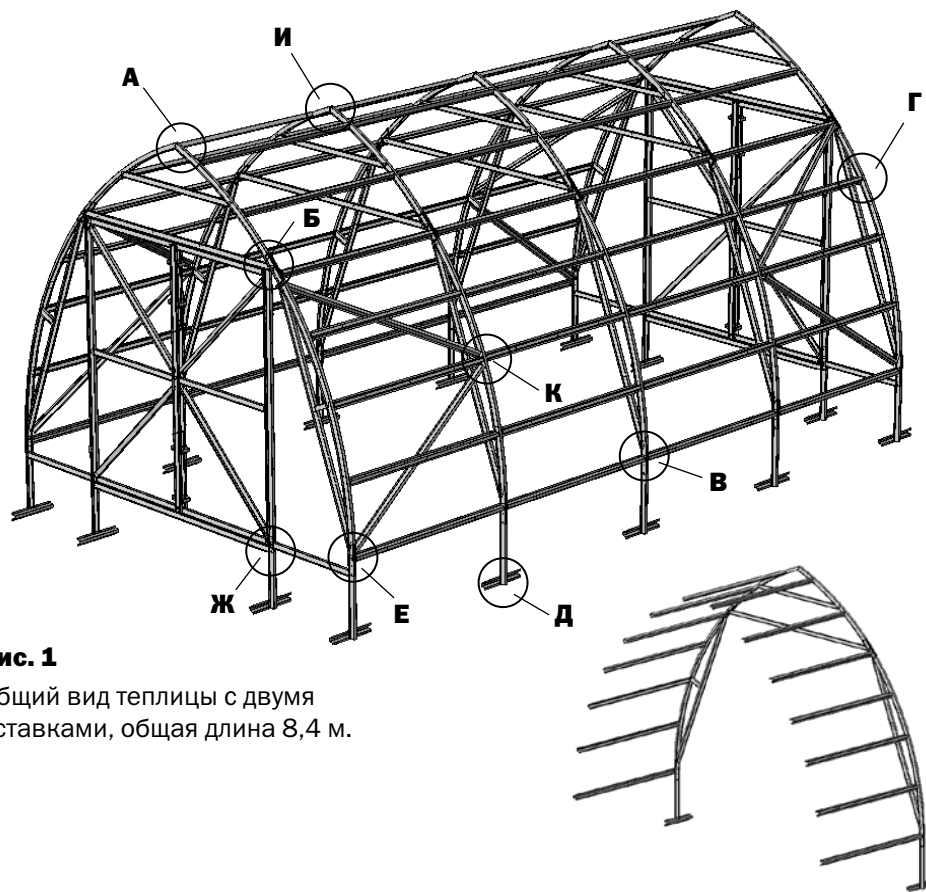

Рис. 1
- Общий вид каркаса представлен на **рис.1**. Каркас собирается из профильных нумерованных деталей. Средние полки профиля обращены к покрытию.
Рис. 1а
Рис. 1б